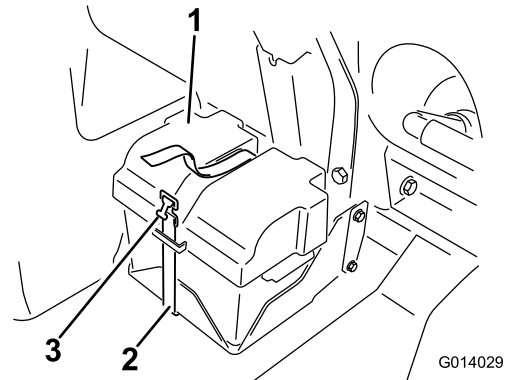
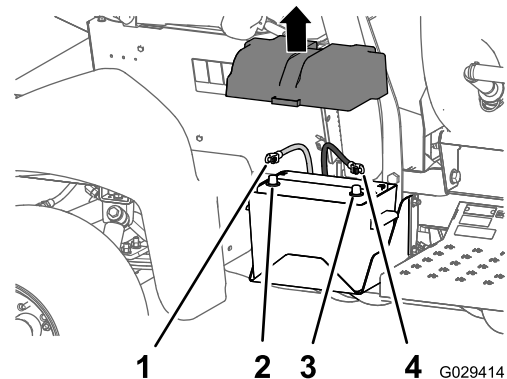

Figura 1
Figura 2
3. Retire la tapa de la batería y desconecte el cable negativo (negro—suelo) del borne de la batería (Figura 1) y (Figura 2).
4. Desconecte el cable positivo (rojo) del borne de la batería (Figura 2).